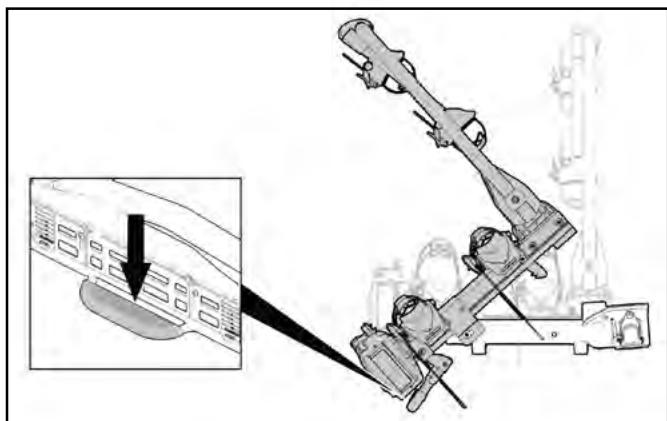

Figura 23 Ripiegamento del portabiciclette
- Durante l'abbassamento, tenere saldamente il portabiciclette dalla bicicletta. Allentare il blocco con il piede e con la mano ribaltare il portabiciclette verso il basso (figura 23).